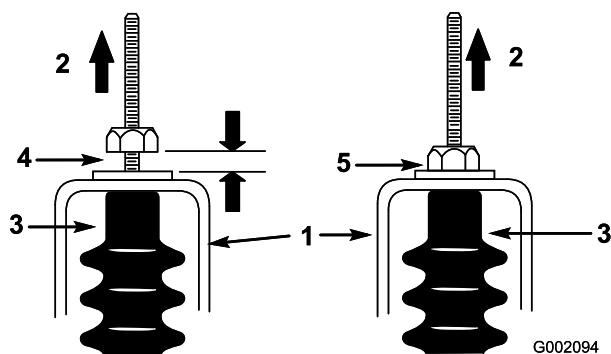

Figure 41
5. Tirez sur chaque câble de sélection et vérifiez qu'il n'y a pas d'espace entre l'écrou/la rondelle et la patte de réglage du point mort (Figure 41). Serrez l'écrou s'il y a un espace.